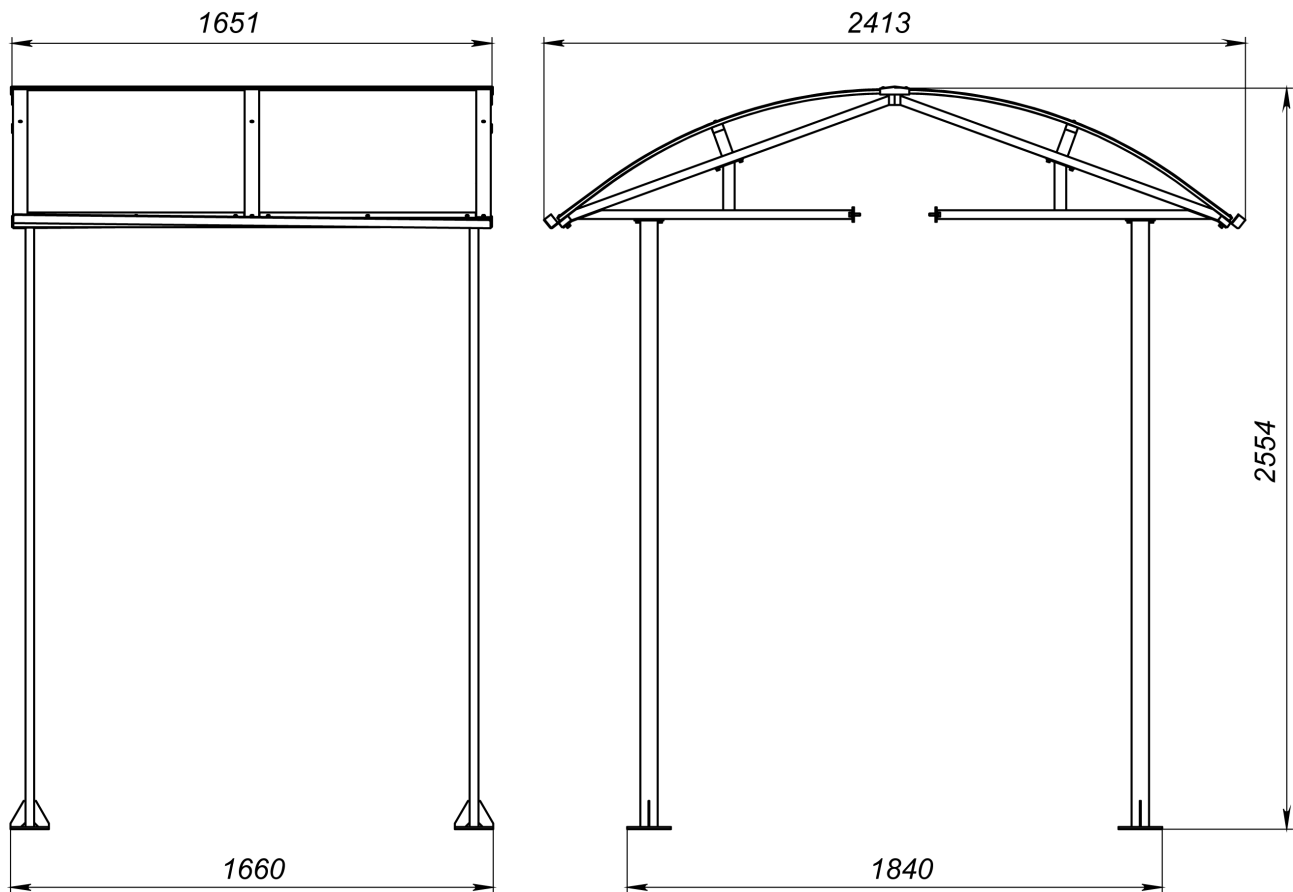
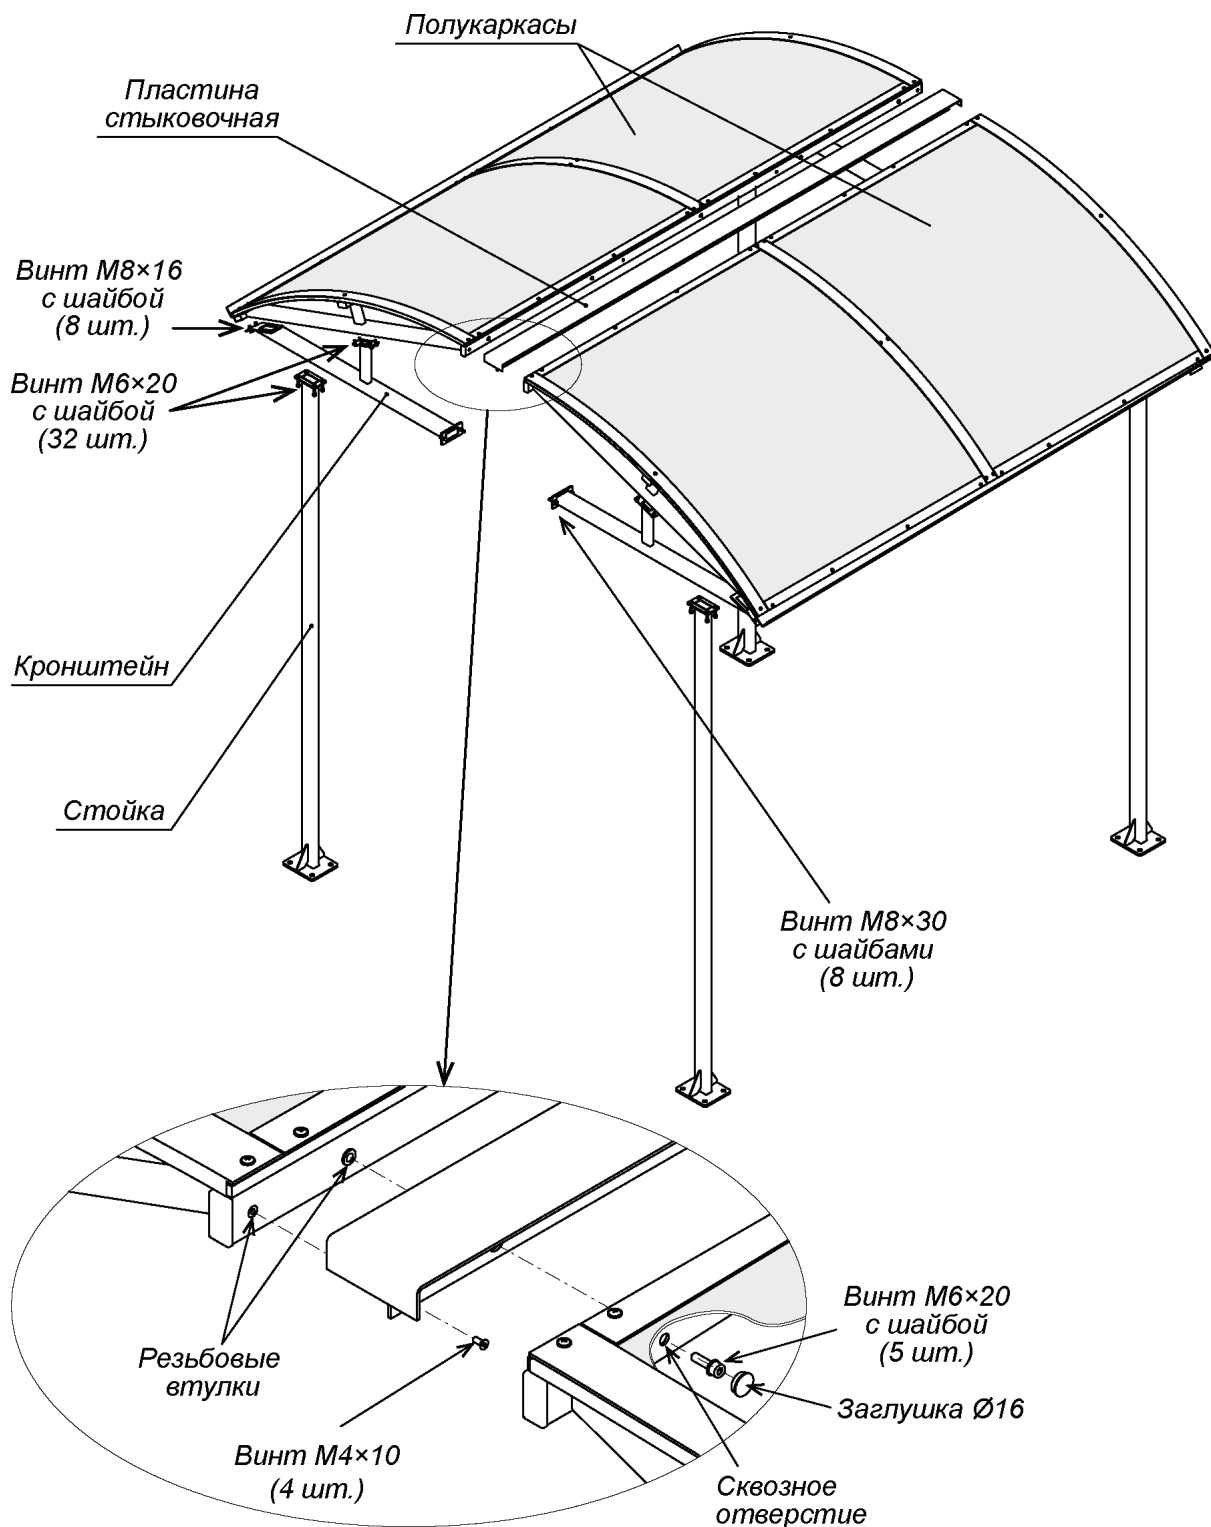
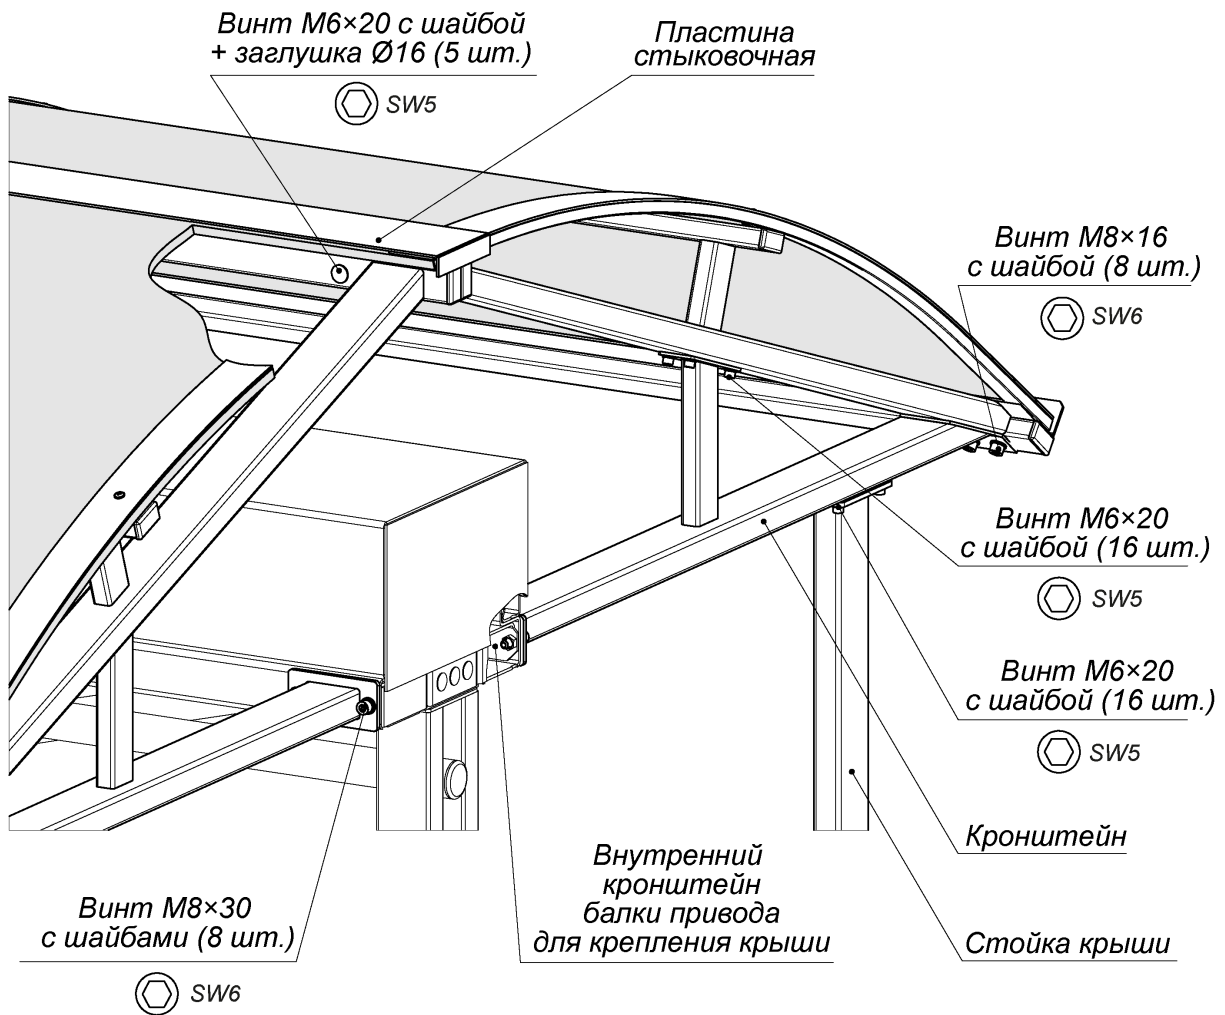

Рисунок 1. Габаритные размеры крыши
Рисунок 2. Устройство крыши:
Рисунок 4. Монтаж крыши к балке привода турникета
¹ Габаритные размеры крыши указаны на рис. 1.
Устройство крыши показано на рис. 2. Номера позиций в тексте руководства даны в соответствии с рис. 2. Габаритные размеры крыши показаны на рис. 1.
7. Поднимите кронштейн на верхнюю горизонтальную площадку стойки, совмещая крепежные отверстия и отверстия в стойках и сориентировав фланец кронштейна на боковой поверхности балки привода турникета. Зафиксируйте кронштейн болтами М6×20 с шайбами на каждой стойке, ключ SW5 (см. рис. 4).
8. Закрепите кронштейн двумя болтами М8×30 с пружинными и плоскими шайбами к балке привода турникета, ключ SW6 (см. рис. 4). Затяжка болтов – предварительная. Стык фланца и балки привода турникета перед затяжкой болтов рекомендуется герметизировать герметиком силиконовым.
10. Выберите полукаркас, в верхнем профиле которого впрессованы резьбовые втулки (см. рис. 2). Установите его на кронштейны с одной из сторон турникета, зафиксировав его восемью винтами М6×20 с шайбами (ключ SW5) и четырьмя винтами М8×16 с шайбами (ключ SW6) (см. рис.4).
11. Закрепите две пластины стыковочные на установленном полукаркасе крыши четырьмя винтами с потайной головкой М4×10 (ключ SW3) (см. рис. 2).
13. Соедините верхние профили полукаркасов винтами М6×20 с шайбами – 5 шт. (ключ SW5) для получения прочной конструкции (см. рис. 2). Отверстия под головки болтов заглушите заглушками Ø16 мм.